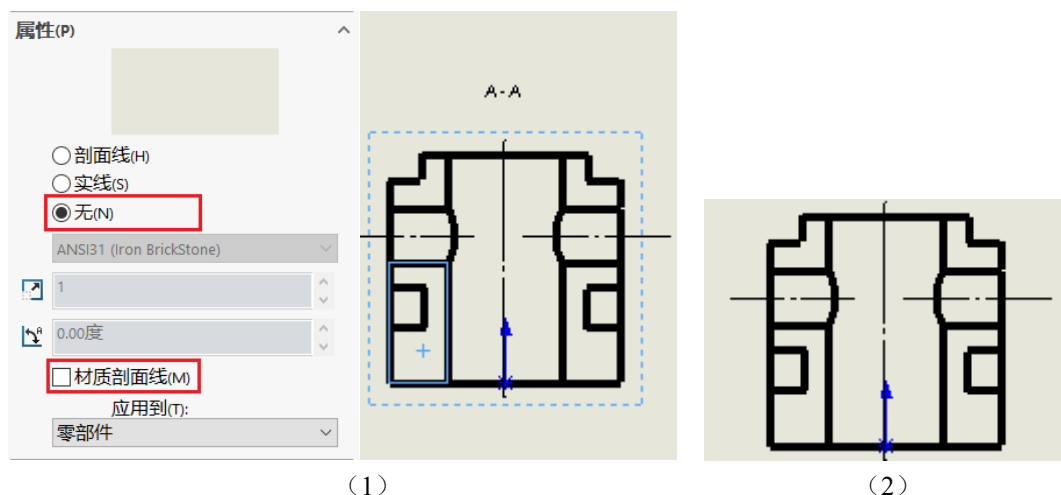

图 3-20 不显示剖面线
鼠标左键单击左视图左下方剖面线区域，在界面左侧出现“断开的剖视图”对话框。如图 3-20 (1) 所示，去除“材质剖面线”选项，勾选“无”，单击“确定”图标, 则不显示剖面线，结果如图 3-20 (2) 所示。